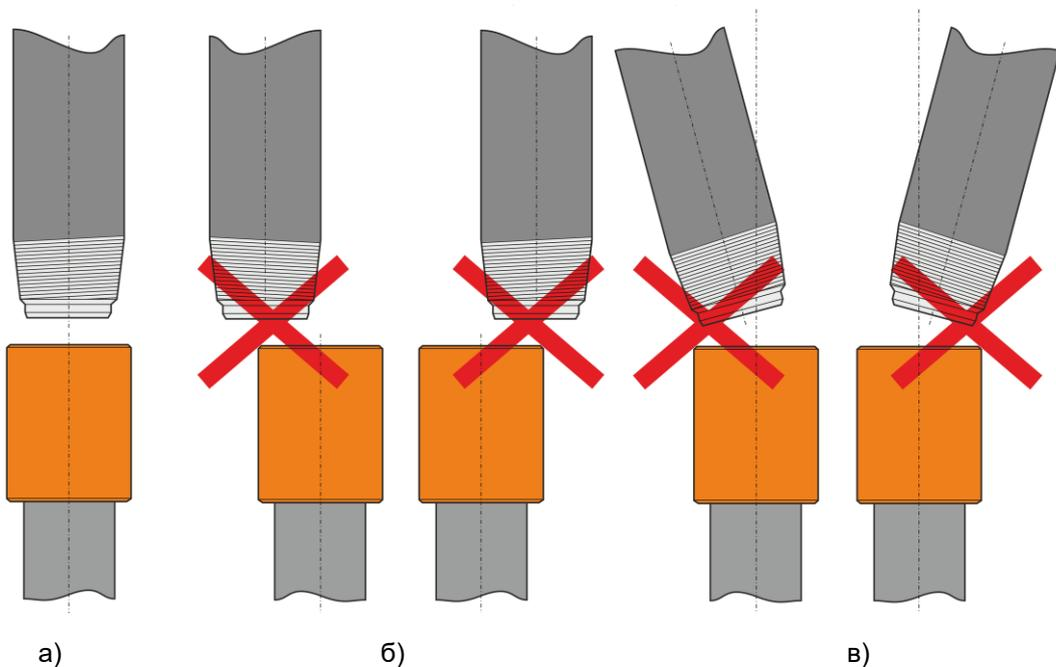

Рисунок 7
6.3.3 Перед началом сборки необходимо контролировать соосность труб, и отсутствие завала, правильное положение труб (Рисунок 7 а).
6.3.4 Отклонение от соосности (Рисунок 7 б) и завал труб (Рисунок 7 в) устраняется следующими действиями: